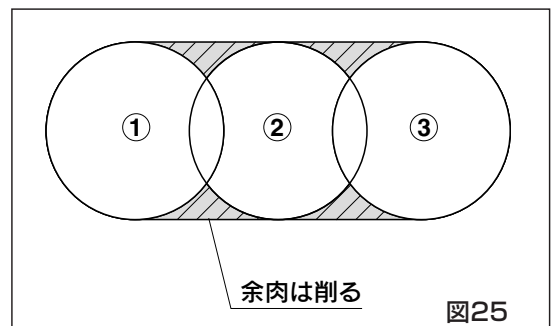

図25
長穴をあける時は①→②→③の順にあけてください。なお②、③は刃物を強く押し付けずに加工してください。余肉の部分はヤスリ等で削ってください。(図25)